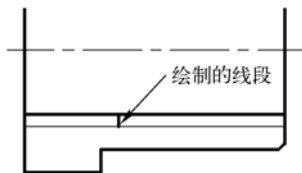

图 8-92 绘制的线段
17) 绘制直线。单击“直线”按钮 , 在适当的位置处绘制如图 8-92 所示的表示螺槽轮廓的一条直线段。